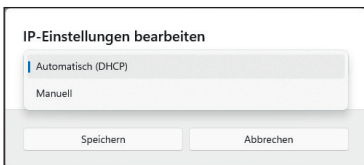

Abb. 6-8: Windows 11, Dialog **IP-Einstellungen bearbeiten**, Einstellungen ausgeblendet
- ☞ Ändern Sie in diesem Fall die Einstellung von „Automatisch (DHCP)“ zu „Manuell“ (Abb. 6-8).